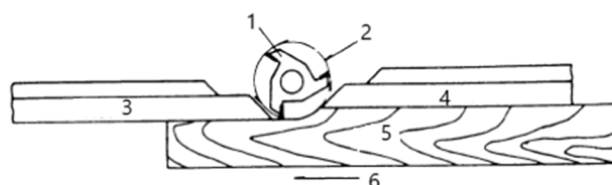

Figura 3
3. Gardul frontal trebuie să fie avansat pentru a intra în contact cu lucrarea, așa cum se arată în figura 3. Gardul din spate va fi apoi în linie cu cercul de tăiere.